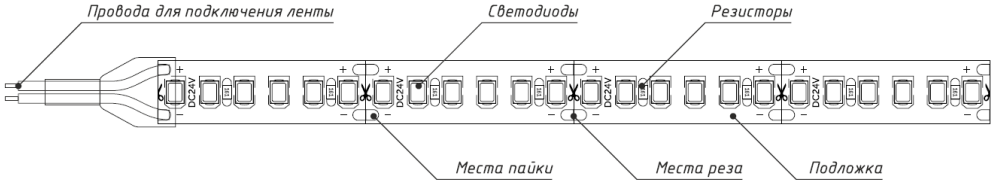

Рисунок 1. Внешний вид светодиодной ленты Geniled (на примере GL-180SMD2835 24B 16Bt).
- 4.3. Определите необходимую длину ленты. Ленту рекомендуется разрезать¹ ножницами между контактными площадками для пайки. Места для резки промаркированы (см. Рисунок 1 и рисунок 2). Не допускается резка ленты в других местах.